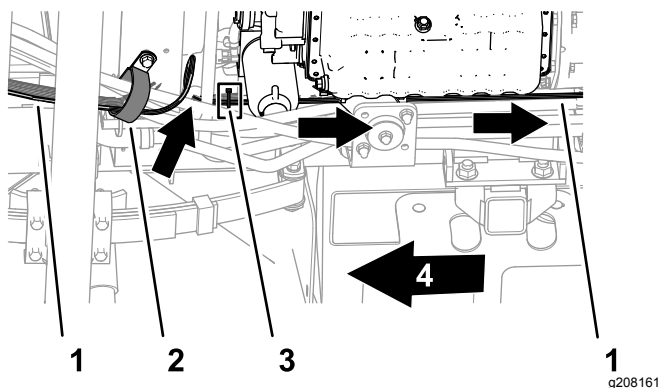

Figura 41
1. Enrute las ramas y el mazo principal del arnés de cables hacia arriba y junto al arnés de cables trasero de la máquina y entre el bastidor de la máquina y el motor (Figura 41).
2. Sujete el arnés de cables del kit al arnés de cables trasero de la máquina con una brida, según se muestra en Figura 41.